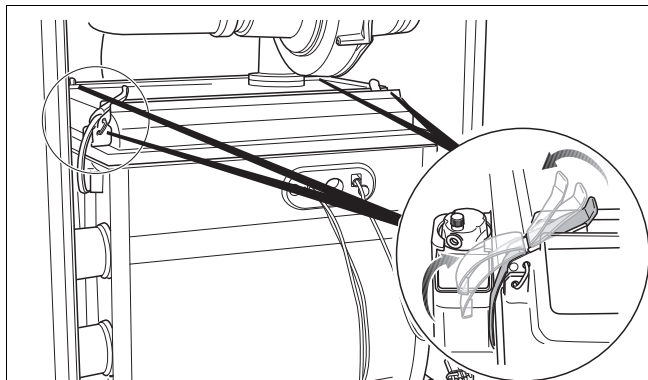

Bild 111 Öppna snäppförslutningarna
- Öppna de 4 snäppförslutningarna vid brännarskyddet (bild 111). Snäppförslutningarna kan vara spänningsförande.